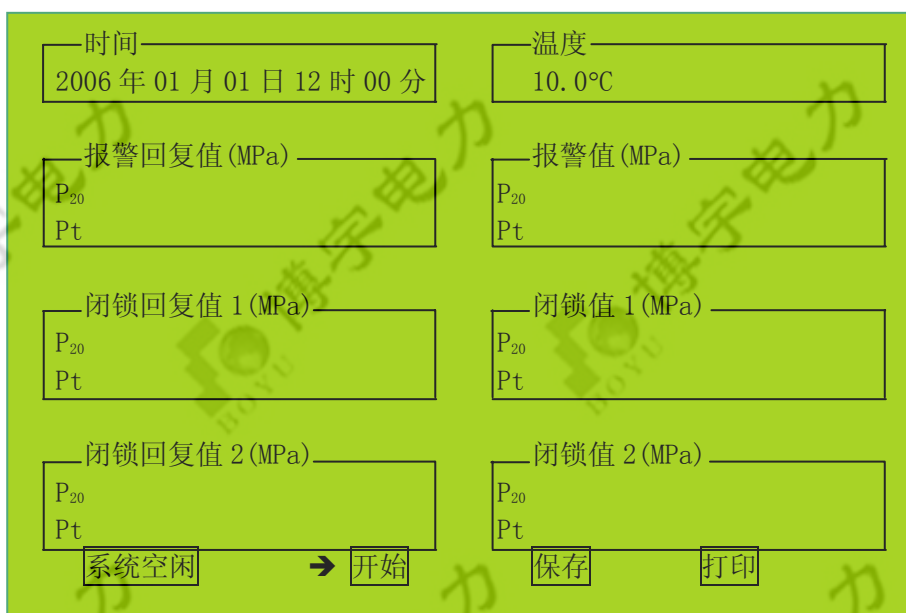

图 7 密度继电器测试屏幕
按“退出”键进入密度继电器测试屏幕（见图 7）；
6. 密度继电器测试屏幕如下图 7 所示